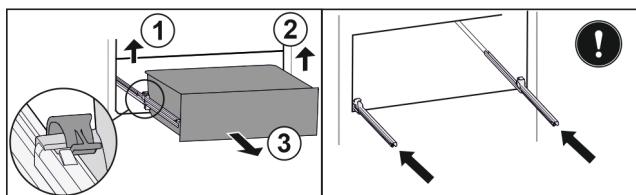

Fig. 111
- ▶ Nadvihnite ľavú svorku a súčasne ťahajte zásuvku vľavo dopredu. Fig. 111 (1)
- ▶ Nadvihnite pravú svorku a súčasne ťahajte zásuvku vpravo dopredu. Fig. 111 (2)
- ▶ Odoberte zásuvku dopredu. Fig. 111 (3)